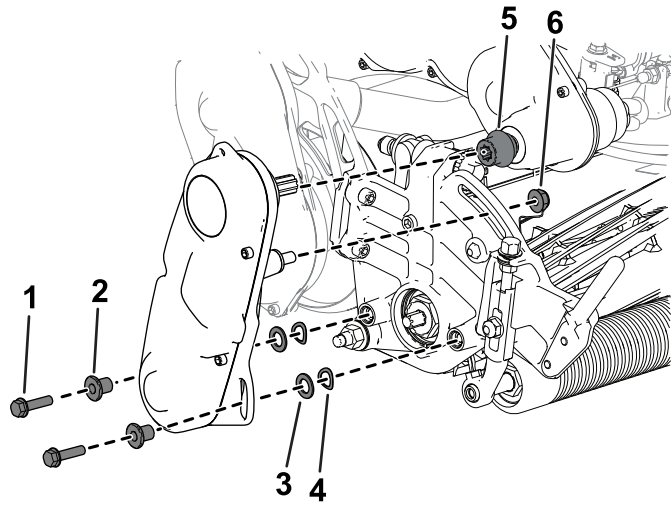

图 5
6. 将联轴器安装到变速箱驱动轴上 图 5。
7. 用先前卸下的五金件将滚刀驱动总成安装到滚刀组上 图 5。
8. 确保联轴器 图 5 可以在变速箱驱动轴上轻松前后移动。